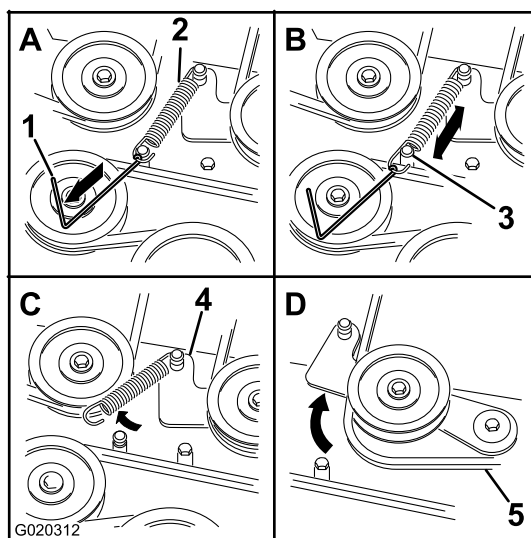

Figure 65
7. À l'aide d'un outil de dépose de ressort (réf. Toro 92-5771), décrochez le ressort de tension de l'ergot sur le tablier pour éliminer la tension sur la poulie de tension (Figure 65).
10. Acheminez la courroie neuve autour des poulies du tablier de coupe et de la poulie d'embrayage, sous le moteur (Figure 65).
11. À l'aide d'un outil de dépose de ressort (réf. Toro 92-5771), accrochez le ressort de tension à l'ergot situé sur le tablier, ce qui a pour effet d'exercer une tension sur la poulie de tension et la courroie du tablier de coupe (Figure 65).